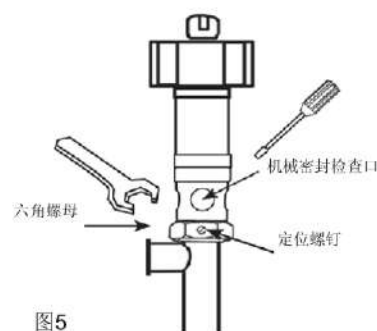

图5
5、松开六角螺母侧面的固定螺丝(见图5)
6、将螺丝刀(或类似形状的物体)放入机械密封检查口(见图5)。
7、用一个大扳手松开六角螺母，同时在机械密封检查口处握住螺丝刀(见图5)